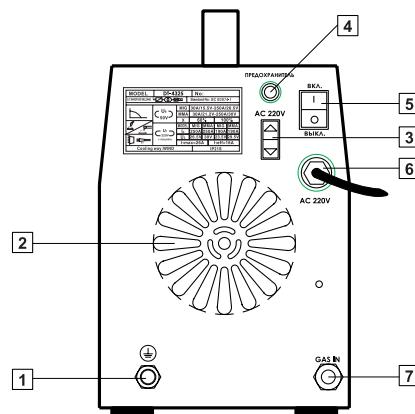

рис. 2
ЗАДНЯЯ ПАНЕЛЬ рис.2:
• Убедитесь, что сетевой выключатель (5) (см. рис. 2) находится в положении «ВЫКЛ».
1. Подсоедините сетевой кабель электропитания (см. рис. 2) к источнику однофазного переменного тока напряжением 220 В частотой 50 Гц.